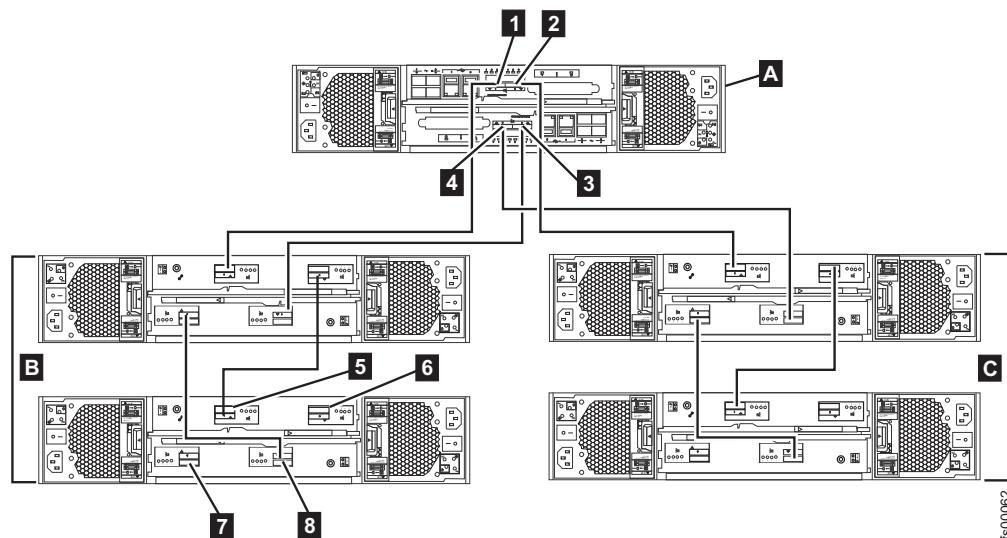

図 44. コントロール・エンクロージャー (A) と拡張エンクロージャー (B および C) との間の内部ケーブル接続
SAS ポートにケーブルを接続する場合は、以下のガイドラインに留意してください。59 ページの図 44 は、コントロール・エンクロージャー (A) と拡張エンクロージャー (B および C) との間の内部ケーブル接続を示しています。
次の表は 図 44 を参照しています。
- SAS ケーブルを接続する前に、SAS ケーブルを拡張装置に接続する方法 (How to connect SAS cables to expansion units) および以下の図を検討します。次の表は 59 ページの図 44 を参照しています。